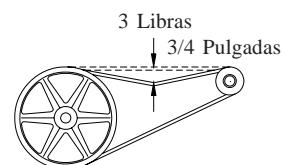

Fig. 4
- Compruebe la tensión de la correa.** Una fuerza de 3 libras debe desviar la correa 3/4 pulgadas (véase fig. 4). Ajuste la correa si es necesario.